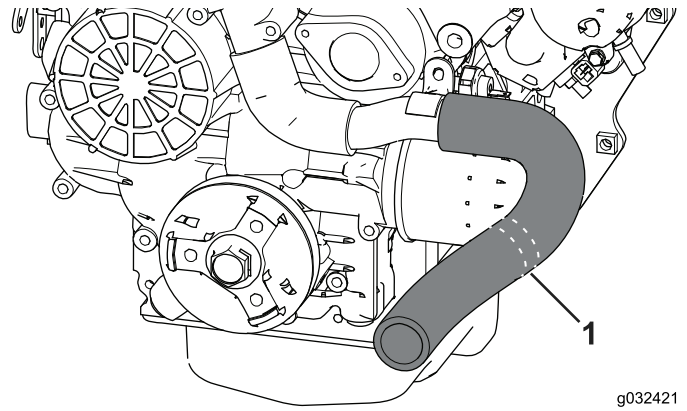

Bild 20
2. Schneiden Sie den Kühlerschlauch mit einem Schneidwerkzeug an den Schnittlinien (**Bild 20**).
1. Entfernen Sie den Kühlerschlauch (**Bild 20**).